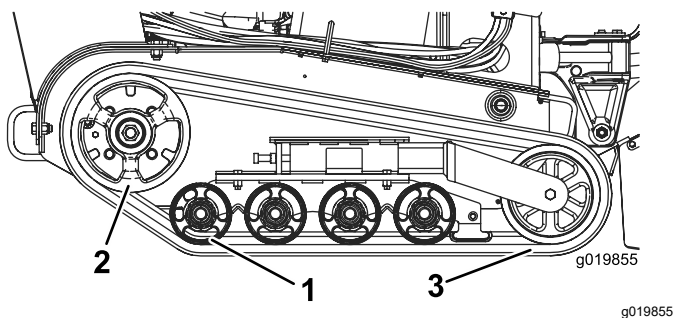

Figura 44
Importante: Asegúrese de limpiar completamente las ruedas de rodaje y la rueda motriz (Figura 44). Las ruedas de rodaje deben rodar libremente cuando están limpias.
8. Empezando en la rueda motriz, pase la oruga nueva alrededor de la rueda, asegurándose de que los dientes de la oruga encajen entre los espaciadores de la rueda (Figura 44).
9. Introduzca la oruga por debajo y entre las ruedas de rodaje trasera y central (Figura 44).